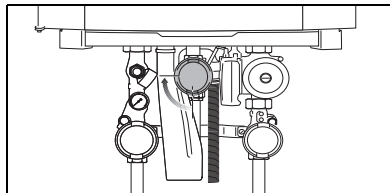

Bild 26 Stäng gaskranen (här: stängd)
- Stäng huvudspärranordningen eller gaskranen (→ bild 26).